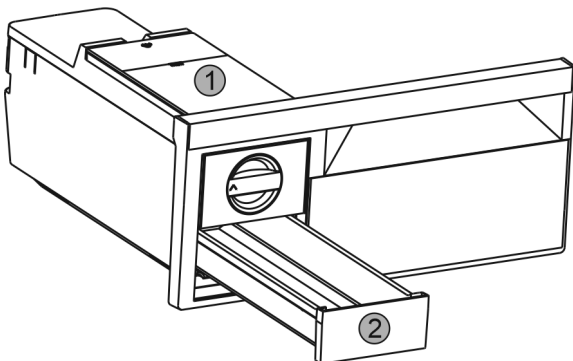

Fig. 55
- ▶ Retirar el depósito de agua Fig. 55 (1) y el cajón de cubitos de hielo Fig. 55 (2).